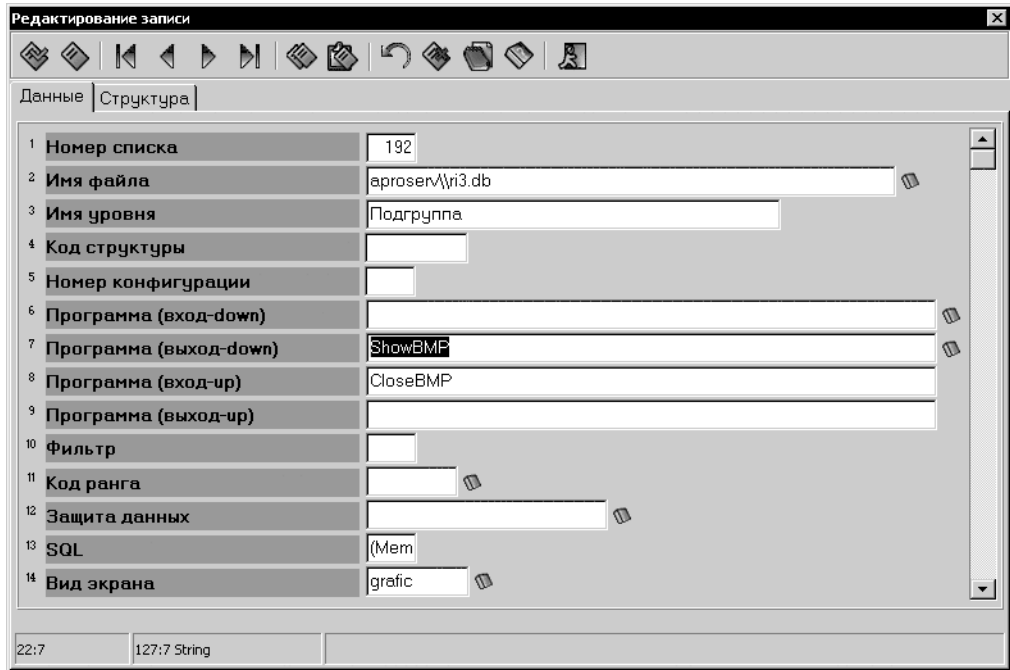

Рис. 3.27. Режим отображения слайда при переходе на подчиненный уровень
Двойной щелчок мыши на изображении вызывает появление отдельной формы с рисунком. Данная форма не закрывается при переходе на нижний уровень. Управлять режимом отображения данного окна можно с помощью специальных функций ядра КОМПАС-АВТОПРОЕКТ ShowBMP (рис. 3.27) и CloseBMP.
5. Подведите курсор к полю **Вид экрана**. Щелчком на пиктограмме **Книга**, расположенной напротив этого поля, вызовите справочник, из которого выберите запись, содержащую слово «grafic» (установите курсор на эту запись и нажмите клавишу <F12>). В поле **Вид экрана** будет скопировано слово «grafic» (рис. 3.27). Установка данного режима приведет к появлению компонентов формы, необходимых для показа слайдов и комментариев к ним, при непосредственном обращении к таблице.